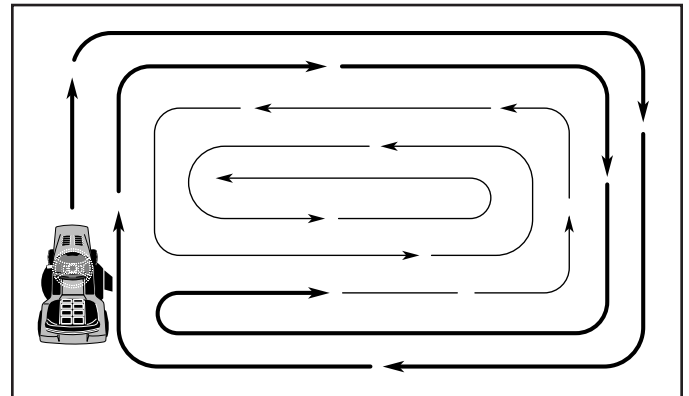

Fig. 15
## L'OPÉRATION DE LA SOUPAPE D'ESSENCE POUR RÉSERVE (Voir La Fig. 15)
- Pour tondre une grande surface, on vous conseille de commencer par tourner à droite, de façon à ce que l'herbe ne soit pas déversée sur les arbustes, les clôtures, les allées, etc. Après un ou deux tours, tondez en sens inverse en tournant à gauche jusqu'à ce que le travail soit achevé (Voir la Fig. 15).